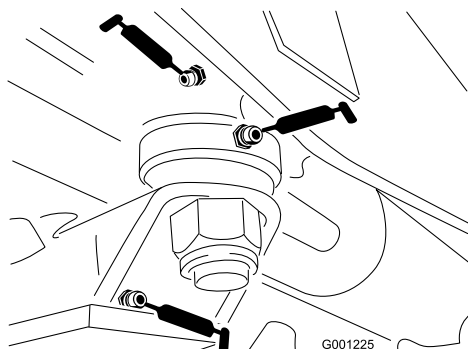

Bild 42
- Büchsen der Lenkpatte (Bild 42)
- Achsenstiftbüchse (Bild 42)